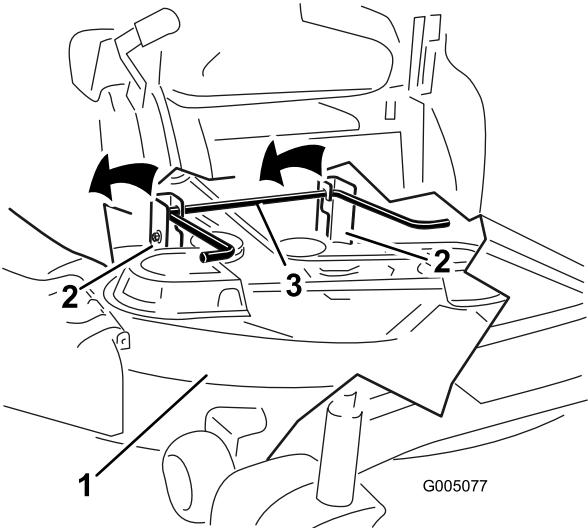

Figura 43
- Eleve el cortacésped y desenganche la varilla de elevación trasera de los soportes, y baje el cortacésped con cuidado al suelo (Figura 43).
5. Eleve la parte trasera de la plataforma del cortacésped y coloque los soportes sobre la varilla de elevación trasera (Figura 43).